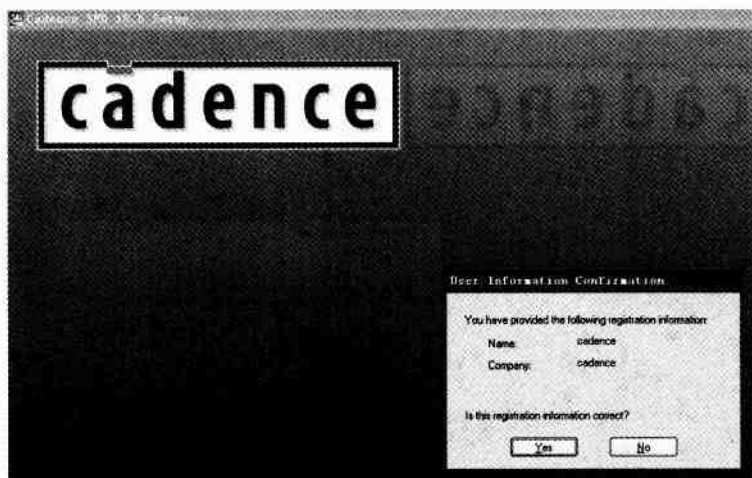

图 1-7 确认用户名称
- 4) 在如图 1-7 所示对话框中，单击“Yes”按钮。